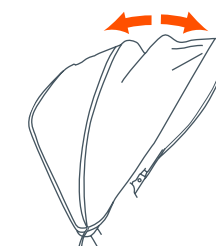

Fig. 8
- 8) • **Pour ouvrir l'auvent :** poussez vers l'avant sur le bord avant de l'auvent, tout en maintenant le bord arrière en position stable (Fig. 8).
- **Pour plier l'auvent :** tirez vers l'arrière sur le bord avant (Fig. 8).